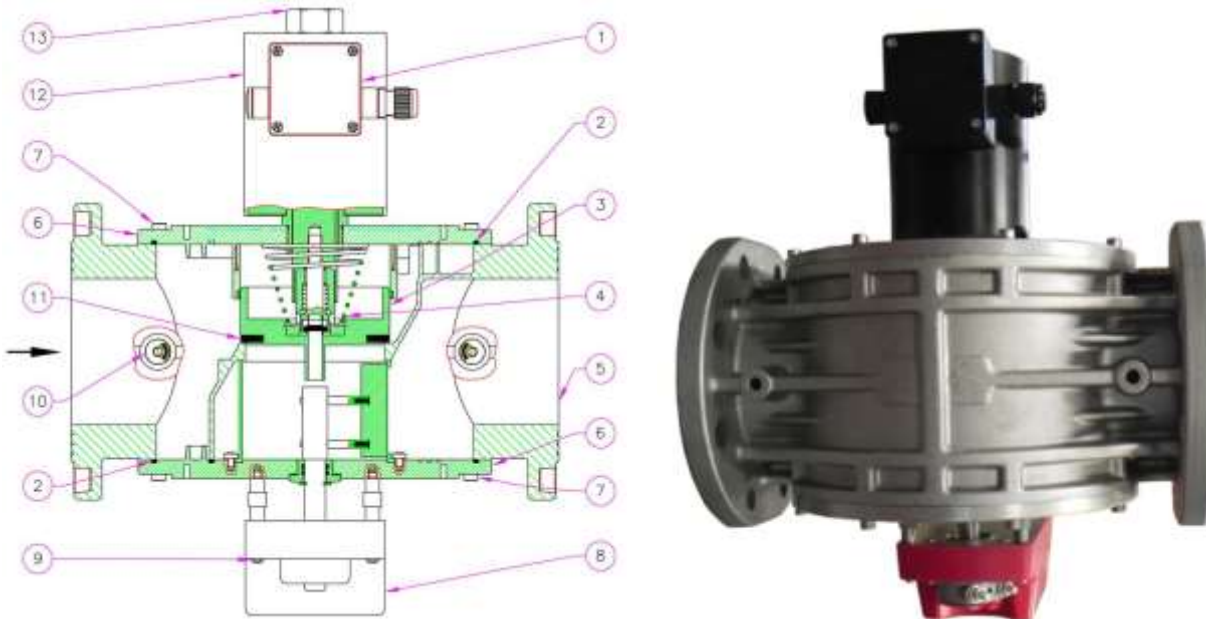

Рис. 1
Клапан (рис. 1) состоит из: электрический коннектор (1); верхнее уплотнительное кольцо (2); затвор (3); пружина запирающего механизма (4); корпус (5); верхняя крышка (6); винты (7); электропривод заслонки (8); винты крепления привода (9); заглушка G1/4" (10); манжета затвора (11); электромагнитная катушка (12); гайка крепления катушки (13).
- DN 65 ÷ DN 100: (см. рис. 1) отвернуть гайку (13) и снять катушку (12). Вывернуть болты крепления верхней крышки (7) и осторожно снять верхнюю крышку (6) корпуса клапана (5), а затем проверить затвор (3) и, при необходимости, заменить резиновое уплотнительное кольцо (11). Собрать клапан, выполняя обратную последовательность действий.